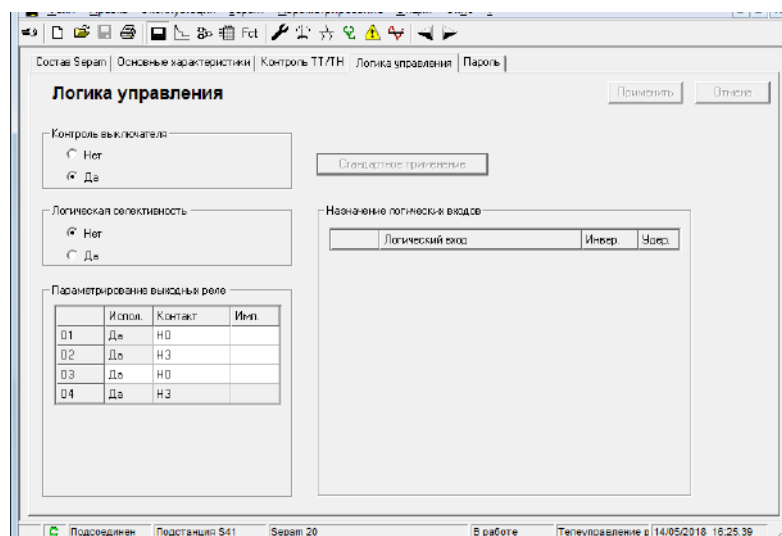

Рисунок 1.5 – Окно «Логика управления»
11. Вкладка «Логика управления» (рис. 1.5) настраивает управление выключателем, присутствие или отсутствие логической селективности, нормальное положение выходных реле.